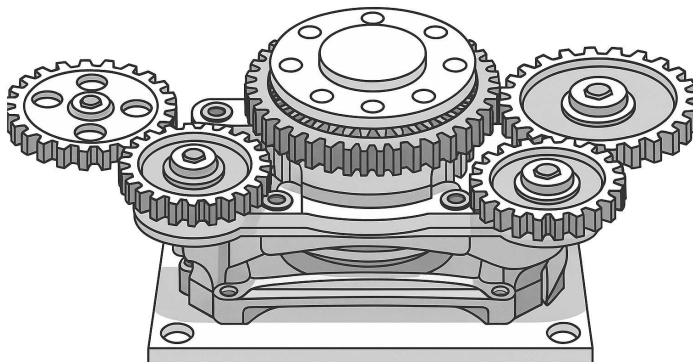

Abb. 4
- Dient zur Sicherung der Ausgleichswellen in ihrer Steuerzeitenposition, wie in Abbildung 4 gezeigt. Montieren Sie C, D und E gemäß der Abbildung.